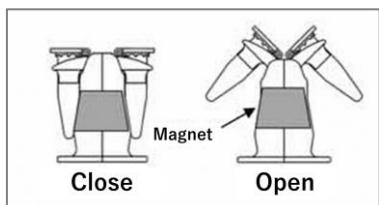

図 5. Magnet Stand の Open と Close の状態
- (43) Tube ラック上で室温（20 - 27°C）、5 分以上静置して下さい。
- (44) Magnet Stand にセットして（30 秒静置、集磁）、溶液を除いて下さい。
- (45) Magnet Stand を Open（図 5 参照）にして電動マイクロピペット（Mode: P/M）で 1st-Wash Buffer (1) (ik2) 900 μL を添加して、十分に分散するように 4 回以上ピペッティングを行って下さい。
- (46) Magnet Stand を Close（図 5 参照）にして（30 秒静置、集磁）、溶液を除いて下さい。
- (47) Magnet Stand を Open にして電動マイクロピペット（Mode: P/M）で 2nd-Wash Buffer (2)(ik2) 900 μL を添加して、十分に分散するように 4 回以上ピペッティングを行って下さい（電動ピペット設定は(45)と同様）
- (48) Magnet Stand を Close にして（30 秒静置、集磁）、溶液を除いて下さい。
- (49) 一度 Magnet Stand から外して卓上遠心機でスピンドウンし、再度 Magnet Stand にセットして 200P ピペットで溶液を除いて下さい。
- (50) 蓋を緩めて、60°C のヒートブロックに 5 分間静置し、乾燥させて下さい。
- (51) Elution Buffer (ik2、キャップ色：半透明) 50 μL を加えて、ボルテックス（目盛り：10）で 5 秒攪拌して下さい。
- (52) 60°C のヒートブロックに 5 分間静置し、Magnetic Beads から核酸を溶出して下さい。10 分以上は処理しないで下さい。
- (53) 溶出後に、卓上遠心機でスピンドウンし、Magnet Stand にセットして（30 秒静置、集磁）、溶液を Elution Tube (ik2) に回収して下さい。これを Extracted RNA solution とします。